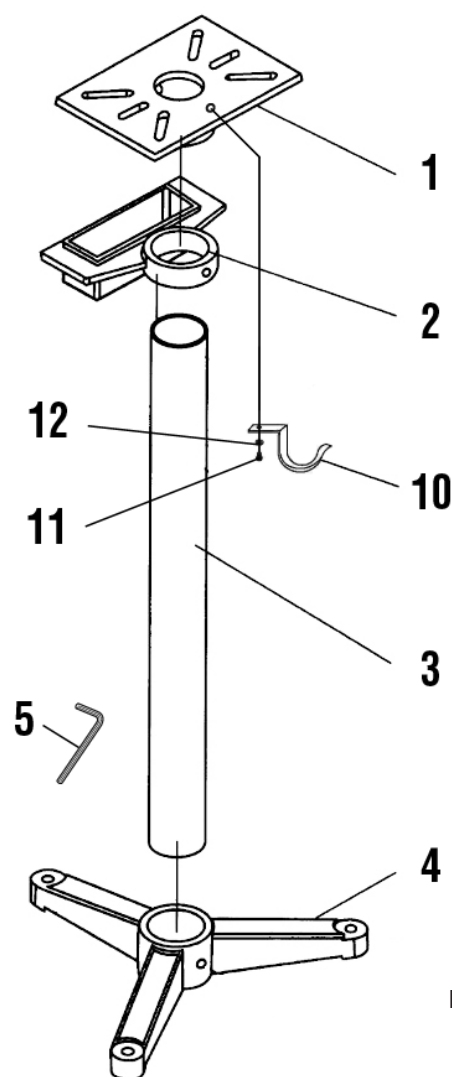

Fig. 1
2. Placez le poteau de support (n° 3) au centre de la base. (Fig. 1)